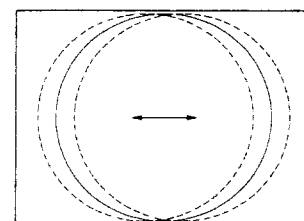

Fig. 1
- d) Ajuster l'image pour la centrer (fig. 1).